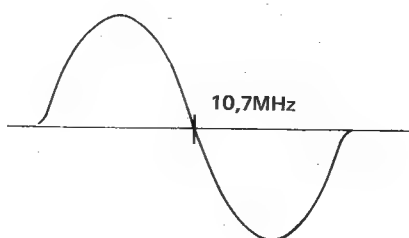

Abbildung 15.
9. Den Kern von TA03 so einstellen, daß die in Abb. 15 gezeigte S-Kurvencharakteristik, symmetrisch von oben nach unten und rechts nach links, erzielt wird.